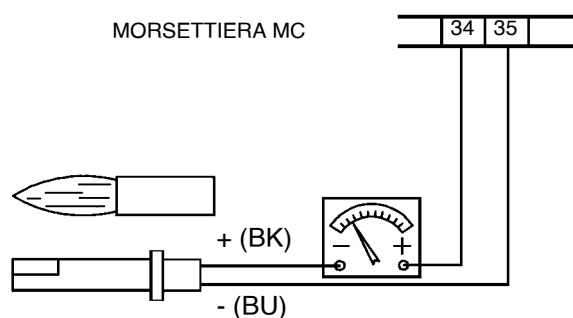

Fig. 21
- Examen y limpieza cuidadosa de la fotoresistencia de control de llama, si fuera necesario sustituirla. En caso de duda verificar la señal de encendido de la fotoresistencia, después de haber puesto en funcionamiento el quemador, siguiendo el esquema en Fig. 21.